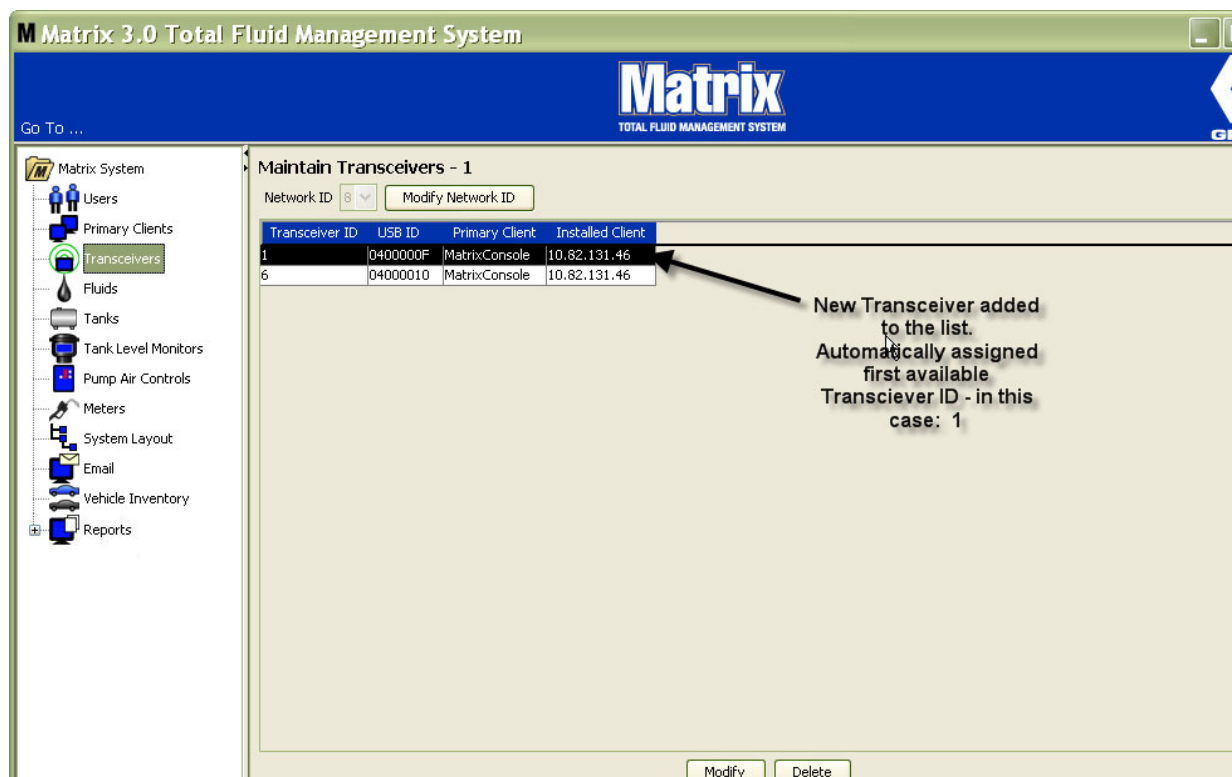

FIG. 86
1. Wanneer een zendontvanger is aangesloten op de USB-poort van de pc, wordt die automatisch toegevoegd bovenaan de lijst en toegewezen aan het eerste beschikbare zendontvanger ID-nummer zoals afgebeeld in FIG. 86. Door de zendontvanger los te koppelen of uit te schakelen, zal hij niet verdwijnen van de lijst met zendontvangers, maar zal de communicatie via het apparaat onmiddellijk stoppen.